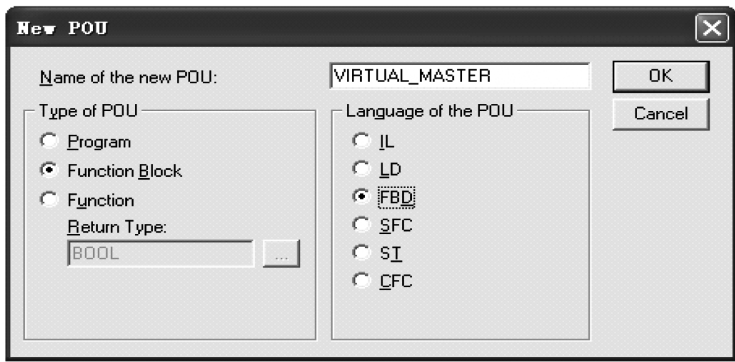

图 5-12 创建 VIRTUAL_MASTER 功能块
5) 创建 VIRTUAL_MASTER 功能块，并采用 FBD 编程语言，如图 5-12 所示。